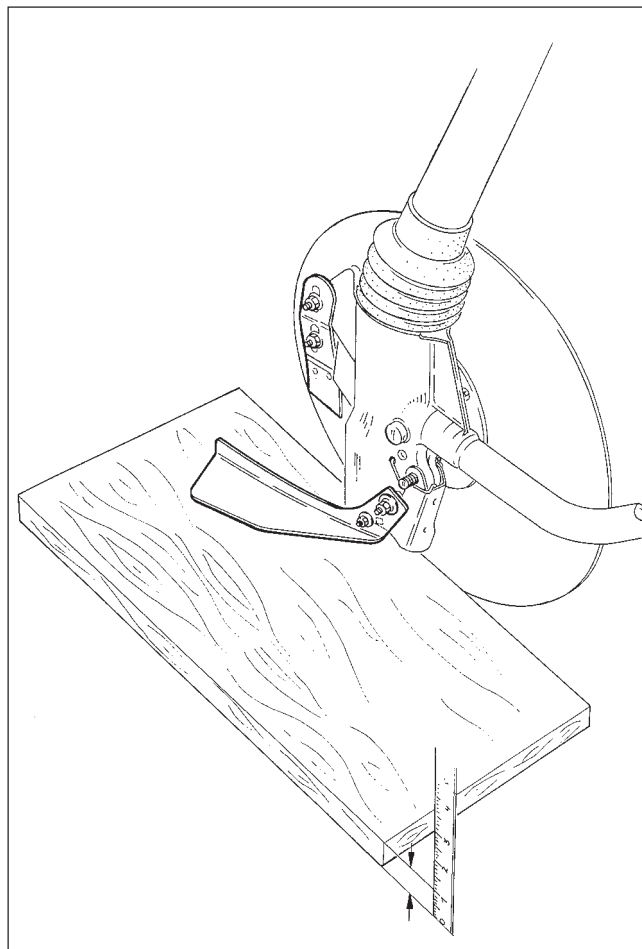

Рис. 9.3
Дисковый сошник оснащен ограничителем глубины (Рис. 9.3/1), чтобы точно соблюдалась необходимая глубина укладки семян. На заводе ограничитель глубины устанавливается на глубину укладки 2,5 см с расчетом на среднюю почву. Чтобы укладывать значительно глубже, давление сошников необходимо повысить, как описано в пункте 9.1.
Если необходимая глубина укладки не может быть достигнута в результате изменения давления сошников, тогда необходимо равномерно переставить ограничители глубины (Рис. 9.3/1) на всех дисковых сошниках.
Возьмите для помощи доску (Рис. 9.3/3). Серийно ограничители глубины установлены при помощи доски толщиной 1,2 см, что соответствует глубине укладки 2,5 см на средней почве. При такой глубине укладки, например, на тяжелых почвах, нужно брать 2 см доску. Устанавливайте друг за другом все ограничители глубины:
- Отвинтите шестигранные винты (Рис. 9.3/2).
- Подложите доску (Рис. 9.3/3) под полозок (Рис. 9.3/1) ограничителя глубины.
- Придавите полозок к доске и прочно закрутите шестигранные винты (Рис. 9.3/2).
В экстремальных случаях ползки могут находиться даже ниже дисков сошников. Для этого маленький шестигранный болт (Рис. 9.3/4) установите во второе отверстие в верхней (Рис. 9.3/5).